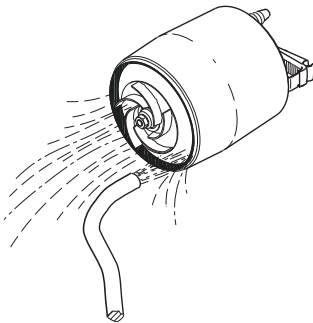

Abb. 13 Spülen des Laufrads
6. Reinigen Sie das Laufrad. Siehe Abb. 13.